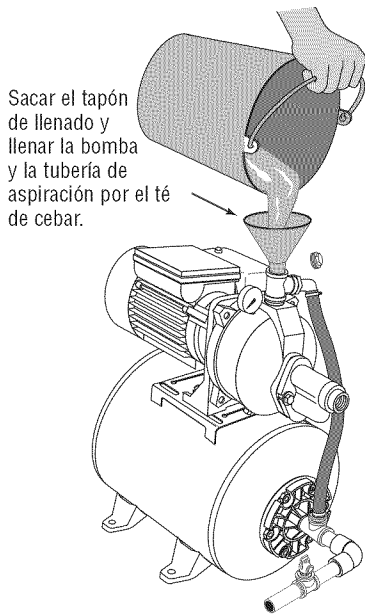

Figura 16 : Llenar la bomba por el té de cebado
Paso 1. Retire el tapón de cebado de la bomba y llénela, llenando toda la tubería entre la bomba y el pozo; asegúrese de que toda la tubería en el pozo esté llena (vea la Figura 16). Si también instaló una "T" de cebado en la tubería de succión, retire el tapón de la "T" y llene la tubería de succión.